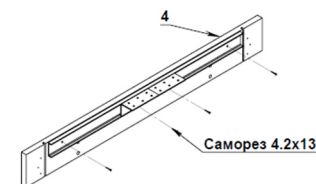

Рисунок 1.
1. Прикрутить раздвижной механизм к большой царге (4) с помощью саморезов 4,2x13 по наколам на заготовке (рис.1).
2. Аналогично закрепить вторую часть раздвижного механизма. (рис. 1).